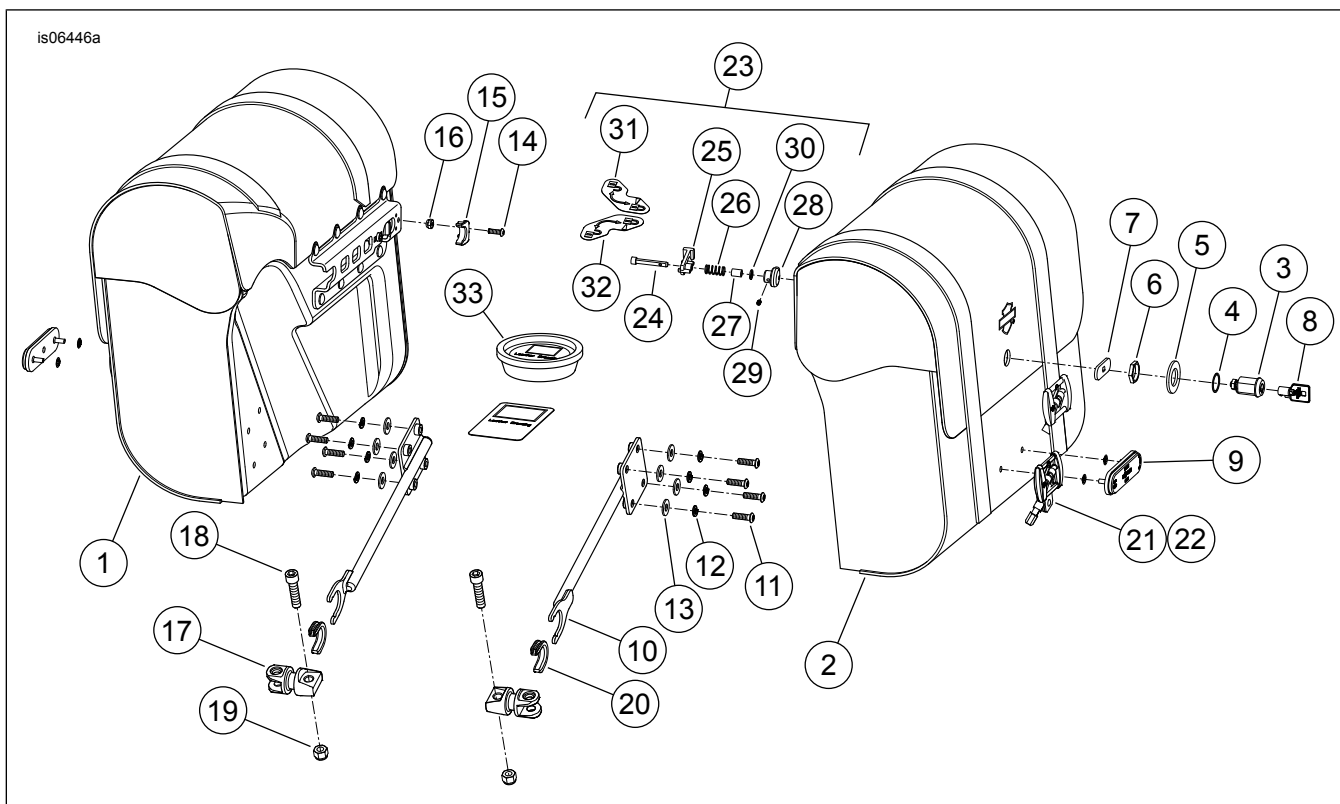

Figura 8. Peças de reposição: Kits de alforjes removíveis XL
4. Instale o adaptador do ponto de suporte traseiro (1) usando o parafuso (2) e a porca (3). Aperte com firmeza.
5. Veja Figura 8 e Tabela 1. Pegue os braços de apoio do alforje com os prendedores em “U” instalados (10 e 20), os parafusos (11), as arruelas lisas (13) e as arruelas de pressão (12).
1. Veja Figura 8 e Tabela 1. Pegue os itens de travamento 3 a 7 do kit.